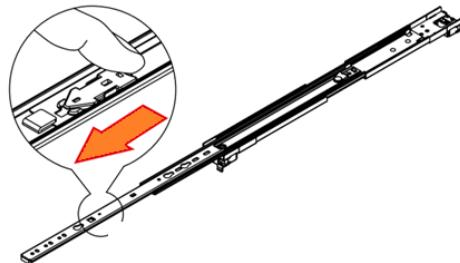

Рисунок 132 – Освобождение внутреннего канала
- 1) Потянуть за механизм пуска, расположенный на передней панели, чтобы освободить внутренний канал от подвижных узлов (см. Рисунок 132).